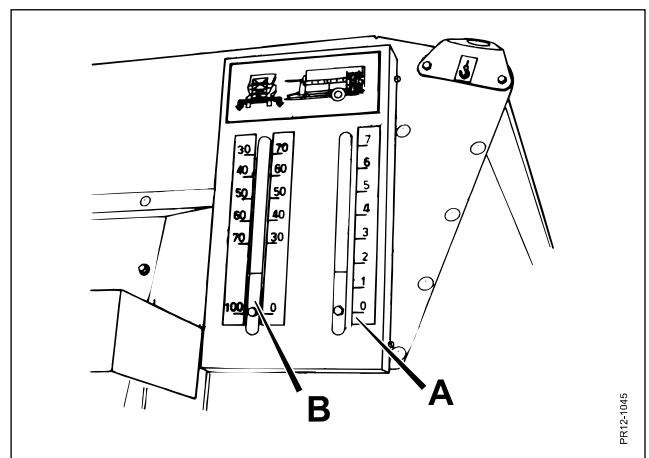

Fig. 5.19
- Fig 5.19** Fordelerlågen skal være lukket (markør i bund, skala B).
- Fig 5.19** Vær også opmærksom på at lågen ikke åbnes så meget at båndet stopper. Åbnehøjden af lågen (skala A) afhænger af foderblandingens sammensætning.